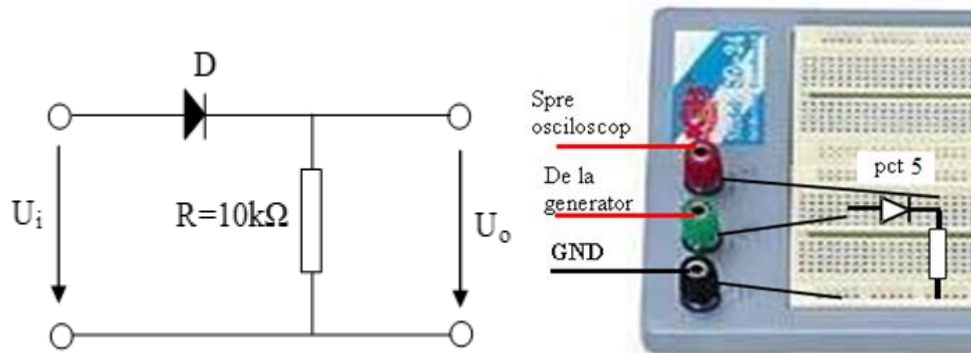

Figura 4: Schema redresorului monoalternanță; exemplu de realizare
a) Se realizează pe machetă redresorul monoalternanță din figura 4. Rezistența nu face parte din redresor, ea este o *rezistență de sarcină* (în acest fel, circuitul nu funcționează în gol, care ar fi o situație ne-întîlnită în practică).